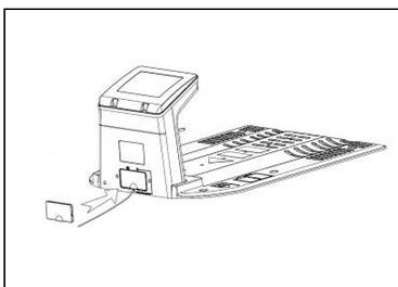

Fig.19D
3. Închideți capacul port conectorului.(Fig.19D)